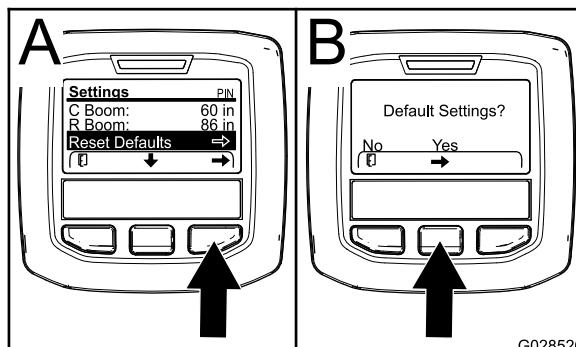

Figura 75
- Premete il pulsante di selezione centrale per navigare nella voce Ripristina predefiniti (Figura 75).
- Nella schermata Impostazioni predefinite, premete il pulsante di selezione sinistro per No o il pulsante di selezione destro per Sì (Figura 75).